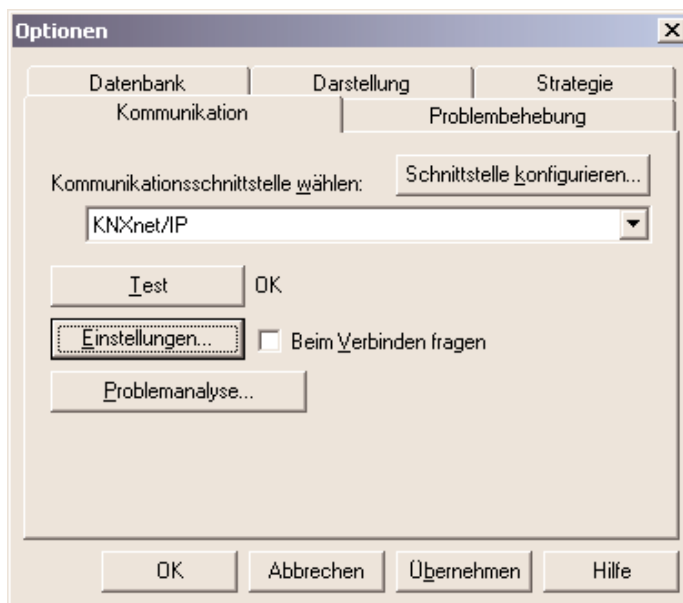

Bild 9: Kommunikationsschnittstelle KNXnet/IP auswählen und Einstellungen öffnen
6. Für eine stabile Kommunikation über KNXnet/IP Tunneling muss über die ETS3 eine zweite physikalische Adresse (ähnlich der lokalen physikalischen Adresse bei einer RS232- oder USB-Verbindung) eingestellt werden. Dazu im Optionsdialog der Kommunikationseigenschaften als Schnittstelle die neue KNXnet/IP-Verbindung auswählen (vgl. Bild 9) und die Schaltfläche "Einstellungen" anklicken.